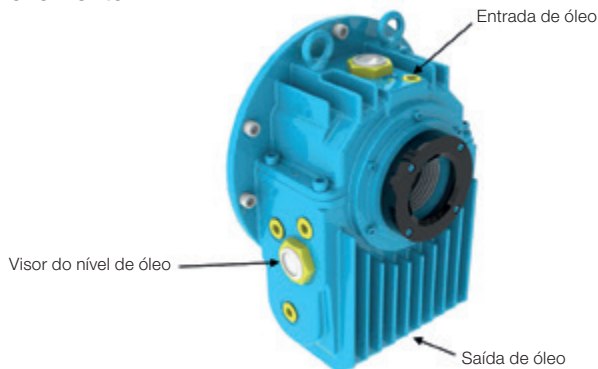

Figura 8.3 - Mancal de deslizamento
- Drenar o óleo através do dreno localizado na parte inferior da carcaça do mancal (conforme Figura 8.3);